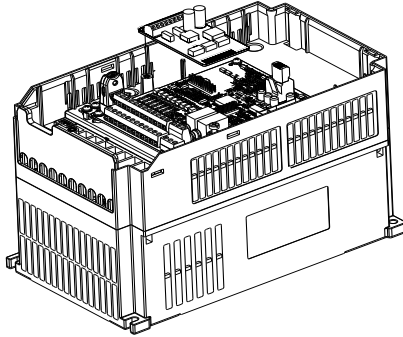

图 c-1
- 3) 通过 PG 反馈卡 20Pin 排母 J2 与控制板的排针 J3 连接（注意卡扣到位，安装端正）。图 C-1 安装示意图
- 1) 按照图 C-1 安装方式安装 PG 卡